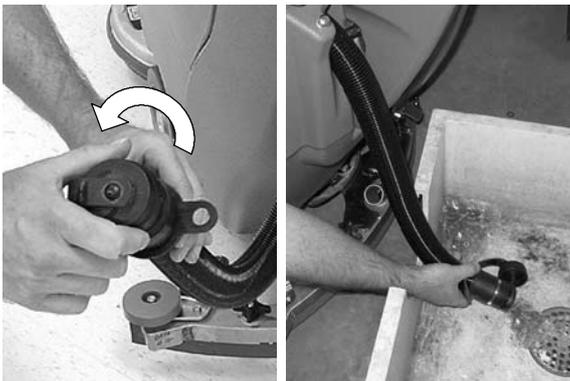

ABB. 28
1. Halten Sie den Ablassschlauch nach oben, entfernen Sie den Verschluss und senken Sie den Schlauch zu Ablassen ab (Abbildung 28).